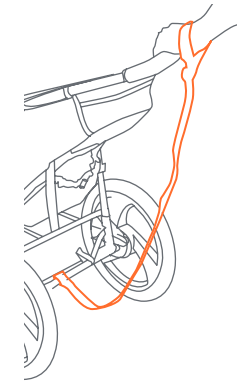
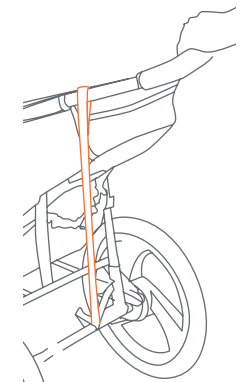

Fig. 17a
Fig. 17b
- **CORREA DE SEGURIDAD PARA LA MUÑECA:** Siempre conecte la correa de seguridad a cualquiera de las muñecas al trotar. Esta correa evitará que el carrito ruede fuera de su alcance en caso de que usted se tropiece mientras corre (Fig. 17a). La correa de seguridad debe permanecer conectada al travesaño del armazón inferior trasero en todo momento. Esta posición tiene como fin evitar que el carrito se incline hacia atrás en caso de que usted se caiga al suelo. La correa de seguridad incluye un accesorio de gancho y arandela para su almacenaje, a la izquierda del carrito, cuando no está en uso. (Fig. 17b).